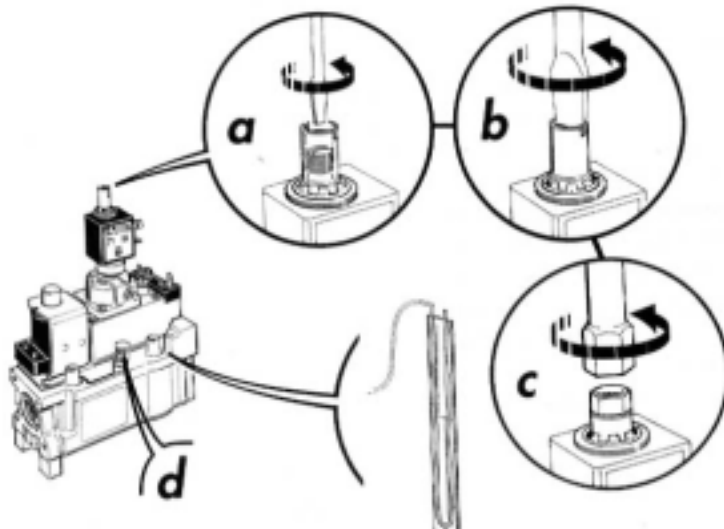

Fig 36
- E. Presiunea maxima se regleaza prin intermediul unei surubelnite cu varf plat in interiorul gaurii de pe axul electrovalvei (a se vedea Pozitia b e c de la Fig.36).
-INSURUBATI pentru a mari presiunea MAX., DESURUBATI pentru a o reduce (Fig.36).
-INSURUBATI pentru a mari presiunea MIN., DESURUBATI pentru a o reduce (Fig.36).
Pentru a putea citi valorile de presiune, introduceti tubul manometrului la locul de masurare a presiunii, asa cum este indicat in Fig.36.
**IMPORTANT!** In cazul in care doriti efectuarea unei transformari a tipului de gaz a aparatului, de la GAZ METAN la GAZE LICHEFIATE, este necesar sa montati duza potrivita (Pozitia d din Fig. 36) aflata in dotarea KIT-ului de transformare.